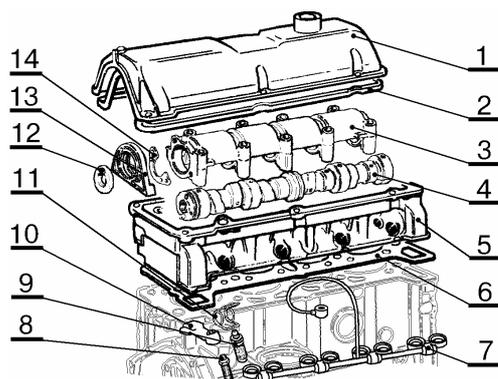

Рис.19.
- снять крышку 1, рис.19, головки цилиндров и прокладку 2 (для ВАЗ 2105) (головка сменная 10, гайковерт типа ИП – 3111 или вороток и удлинитель);